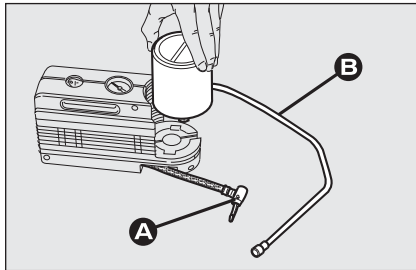

fig. 9
- disinserire l'innesto **A-fig. 9**;
- collegare alla bomboletta l'innesto **A-fig. 9** e inserire il tubo trasparente **B-fig. 9** nell'apposito vano.